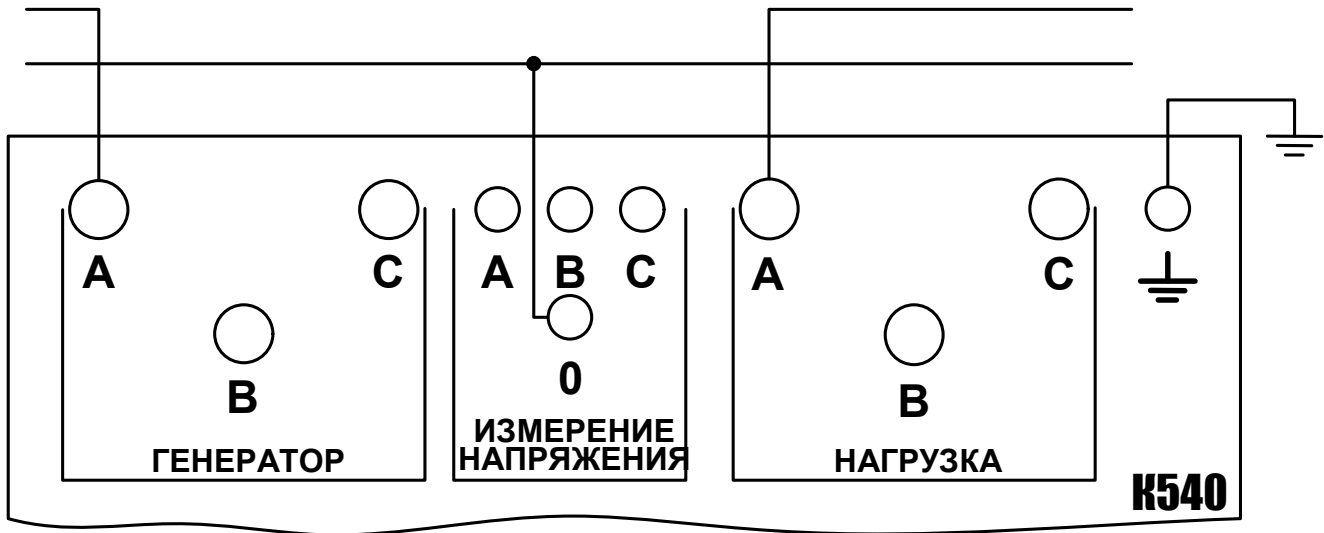

Рис. 2. Непосредственное измерение силы тока в однофазной сети.
6.1. Возможные схемы измерения силы тока, напряжения и мощности в однофазных и трёхфазных, трёхпроводных и четырёхпроводных цепях переменного тока приведены на рис. 2...6.
6.2. Включите комплект в схему согласно одному из рис. 2...6. Источник питания (генератор) следует подключать к группе зажимов "ГЕНЕРАТОР", а нагрузку – к группе зажимов "НАГРУЗКА" в соответствии с маркировкой зажимов фаз.